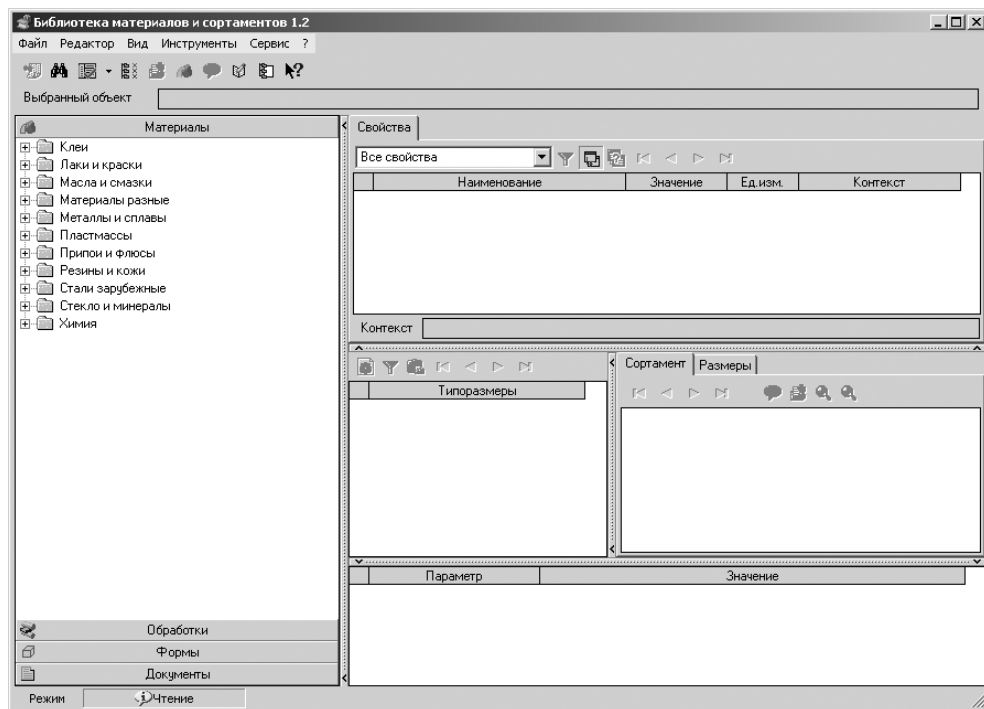

Рис. 4.94. Окно системы **Библиотека материалов и сортов 1.2**
- щелкните по кнопке  – **Загрузить «ЛОЦМАН Материалы и сортаменты»**, расположенной за полем **Наименование материала**. Появится система **Библиотека материалов и сортов 1.2**, см. рис. 4.94;